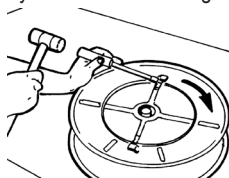

FIG 7
- Lift the tangs on the drum by a screwdriver and rotate the spring housing centre in order to release it from the drum. Fig. 7.
- Lossa tungorna på fjäderkassetten med en skruvmejsel och vrid kassetten så att den lossar från trumman. Fig. 7.